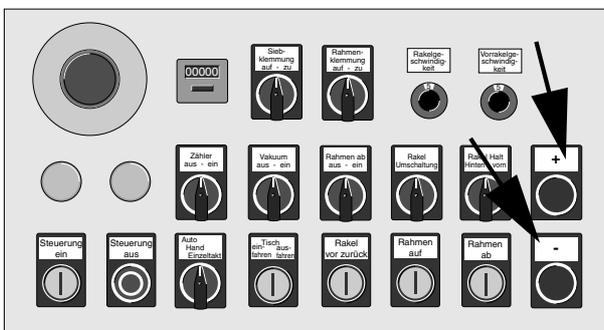

Bild 5-2. Bedienfeld
- \* Betätigen Sie den Fußschalter und drücken Sie gleichzeitig  oder  (Bild 5-2), um die Vorvakuumzeit in Schritten von 1/10 Sekunden zu erhöhen bzw. zu verringern. Wenn Sie beide Tasten gleichzeitig drücken, wird die Zeit auf „0“ zurückgesetzt.